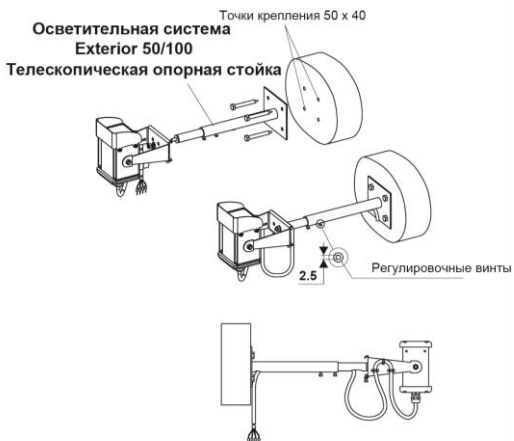

Рис. 26. Крепление на опорную стойку осветительной системы Exterior 50
2. См. Рис. 26. Надежно закрепите опорную стойку на монтажной поверхности при помощи крепежей 8,8 (минимум), выполненных из стали подходящего сорта. Осветительные системы будут оказывать давление на конец опорной стойки, поэтому убедитесь, что крепежи и метод крепления смогут выдержать вес осветительной системы с учетом приемлемого запаса прочности.